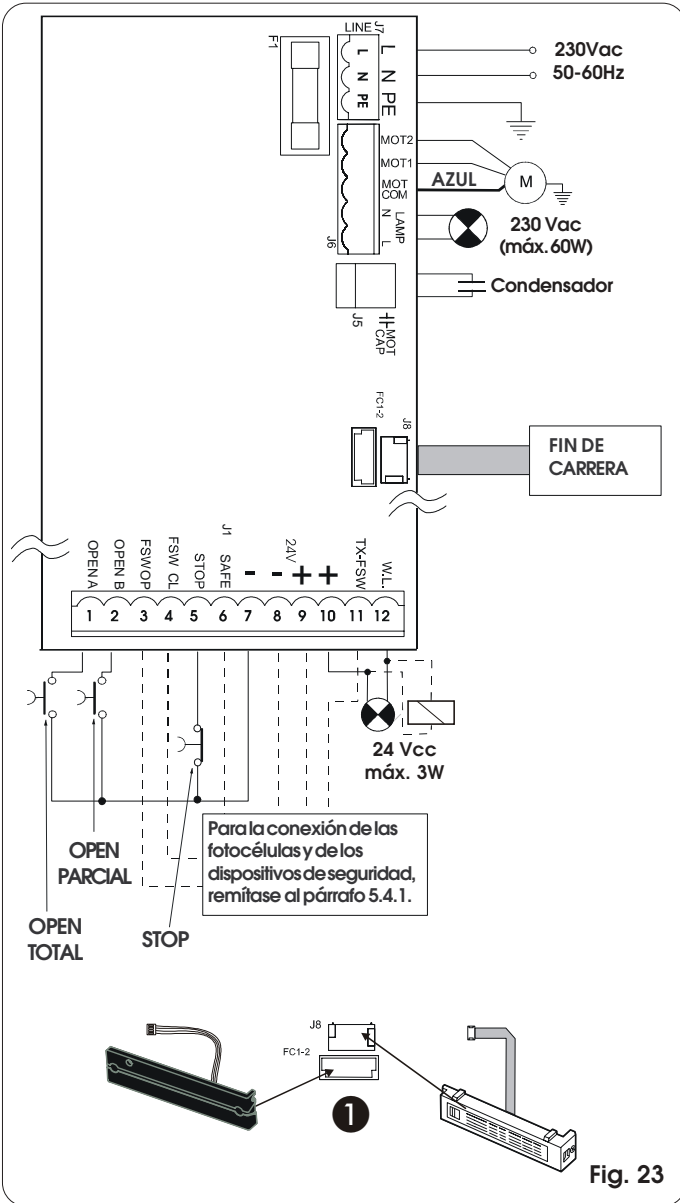

Fig. 23
**5.4.2. Regleta de bornes J7 - Alimentación (fig. 23)**
**5.4.3. Regleta de bornes J6 - Motores y destellador (fig. 23)**
**5.4.4. Regleta de bornes J1 - Accesorios (fig. 23)**
Conector de acoplamiento rápido para la conexión del fin de carrera. Permite conectar al equipo tanto el fin de carrera MLS como el inductivo (fig. 23 ref. ❶).